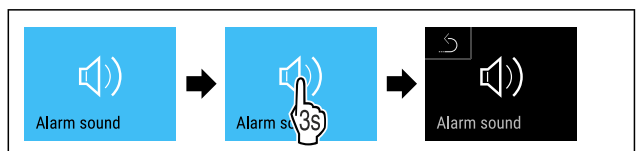

Fig. 111
- ▶ Suivre les étapes (voir Fig. 111) .